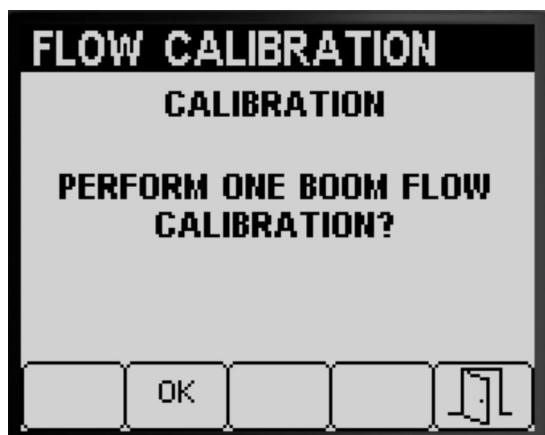

Figura 59
- Se non dovete eseguire una taratura di 1 sezione di irrorazione, premete il pulsante 5 per tornare alla schermata Taratura (Figura 59).
Se avete completato una taratura di 3 sezioni di irrorazione e una taratura di 2 sezioni di irrorazione, l'InfoCenter vi invita a eseguire una taratura di 1 sezione di irrorazione (Figura 59); eseguite una delle azioni seguenti: